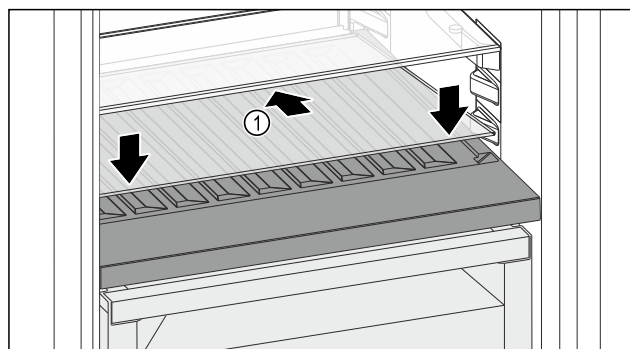

Fig. 110
- Skleněnou desku Fig. 110 (1) zasuňte šikmo a skloněnou dozadu dolů.
- Skleněnou desku Fig. 110 (1) vpředu spusťte dolů.